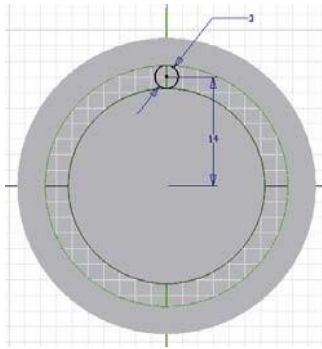

Рисунок 4.4 – Эскиз отверстия
- Постройте эскиз отверстия с центром лежащим на проекции оси Z, проставьте размер (рис. 4.4).